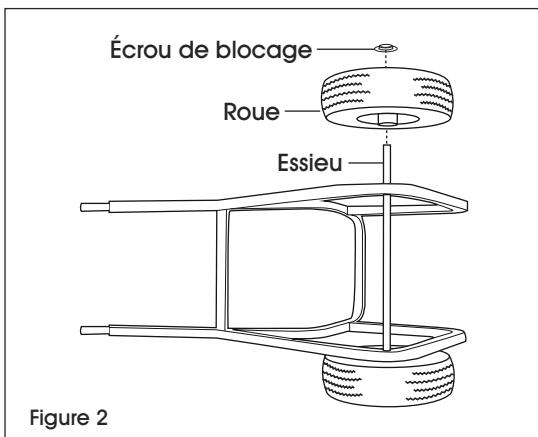

Figure 2
4. Place the hand truck on its side so the open end of the axle is facing up. (See Figure 2)
5. Slide the second wheel onto the axle. (See Figure 2)
6. Place a palnut over the end of the axle. Use a hammer to pound the palnut on the axle until it is secured. (See Figure 2)
4. Basculez le diable de manutention sur le côté de sorte que l'extrémité ouverte de l'essieu soit orientée vers le haut. (Voir Figure 2)
5. Glissez la deuxième roue sur l'essieu. (Voir Figure 2)
6. Placez un écrou de blocage sur l'extrémité de l'essieu. Utilisez un marteau pour enfoncez l'écrou de blocage sur l'essieu jusqu'à ce qu'il soit bien fixé. (Voir Figure 2)